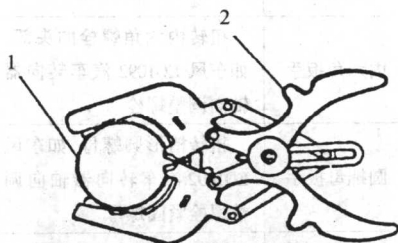

图 1-2 活塞环拆装钳
1. 用途 活塞环拆装钳是一种专门用于拆装活塞环的工具,如图1-2。维修发动机时,必须使用活塞环拆装钳拆装活塞环。